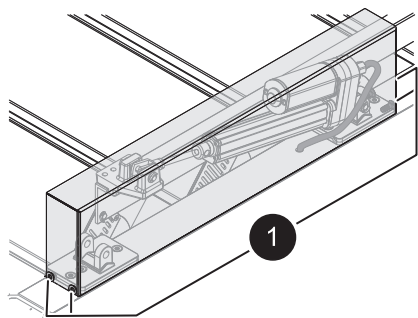

Fig. 20 : Desserrer les vis
3. Démontez le couvercle de protection du moteur principal. Desserrer les quatre vis à six pans creux (fig. 20/1) et les ranger.